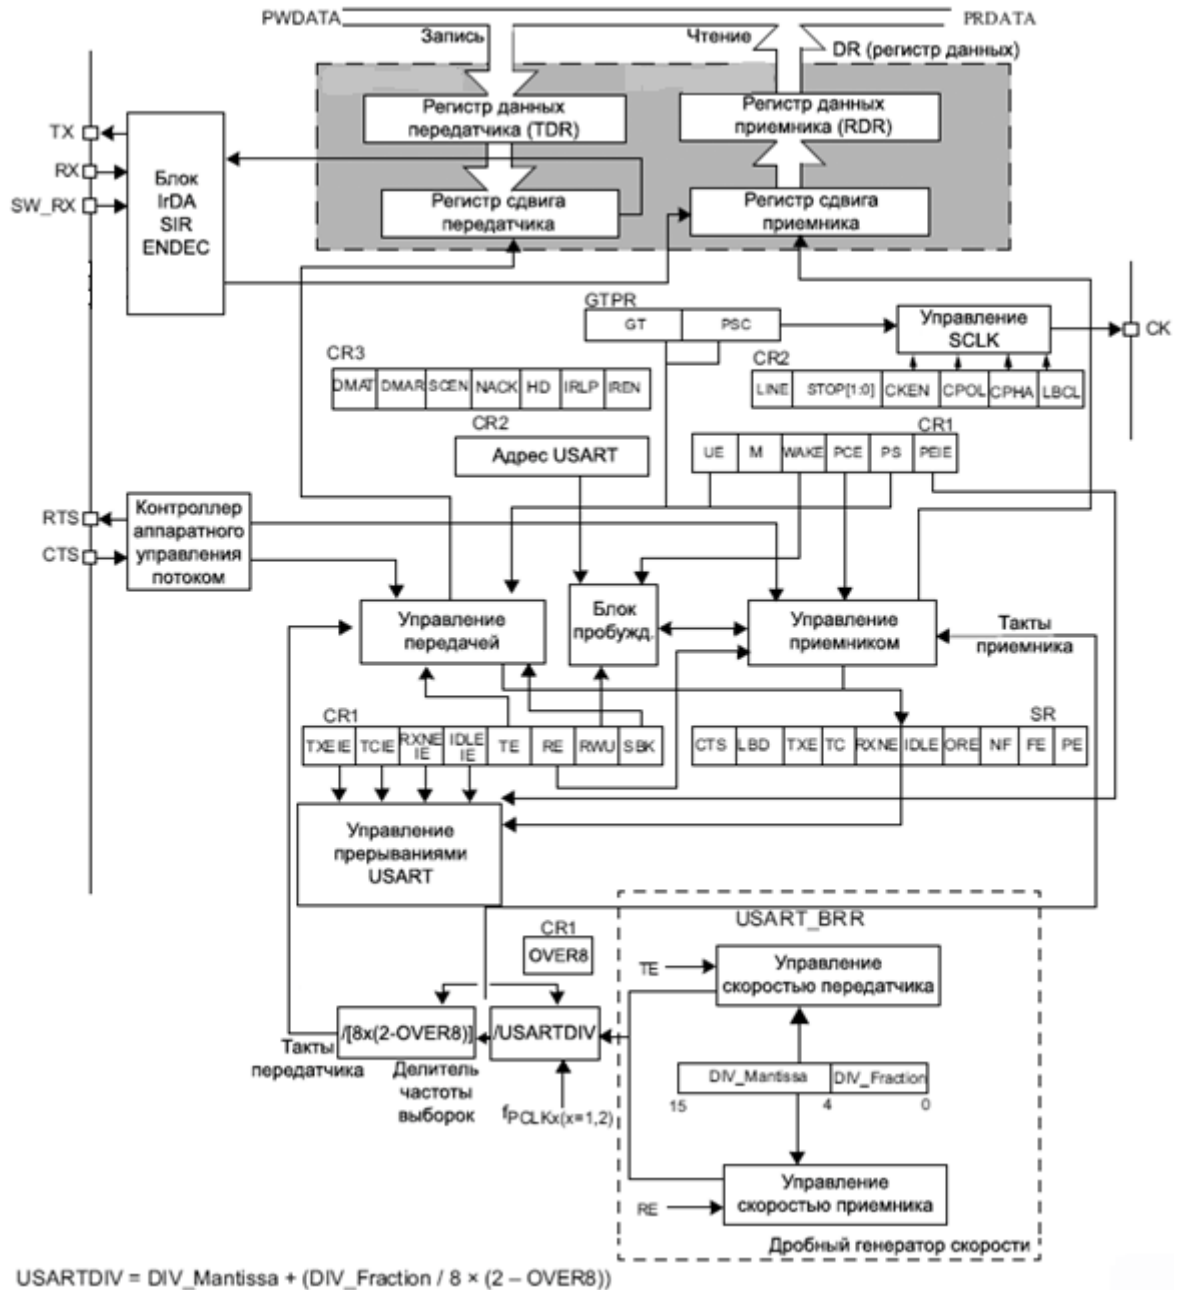

Рисунок 192 – Блок-схема модуля USART
Интерфейс подключается к внешним приборам при помощи трех выводов (см. рисунок 192). Любая двунаправленная передача данных USART требует минимум два вывода: вход для данных (RX) и выход для передачи данных (TX):
Для передачи можно выбрать длину слова 8 или 9 бит путем программирования бита M в регистре USART\_CR1 (см. Рисунок 192).
Во время передачи USART-данные сдвигаются на вывод TX, младший значащий бит (LSB) идет первым. В данном режиме, регистр USART\_DR состоит из буфера (TDR) между внутренней шиной и регистром сдвига передачи (см. рисунок 192).